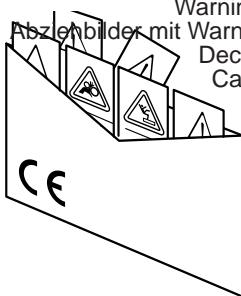

fig. 4
Les signaux décrits sont indiqués sur la machine (Fig. 4). Nettoyer et remplacer ces signaux s'ils sont détachés ou illisibles. Lire avec attention la description et mémoriser son sens.
- 25) Il est absolument interdit de se mettre entre le tracteur et l'attelage pour manoeuvrer la commande de levage de l'extérieur (Fig. 4).
- 26) Il est absolument interdit de se mettre entre le tracteur et l'équipement (Fig. 4) si le moteur est en marche sans avoir actionné le frein de stationnement et bloqué les roues avec une cale aux dimensions adéquates.